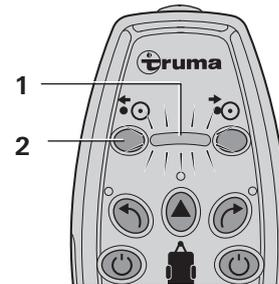

Bild 7
- Taste (Bild 7 - 2) auf der Fernbedienung 5 Sekunden drücken und dann loslassen. Die Antriebsrolle schwenkt zurück. Die Anzeige (Bild 7 - 1) blinkt während des Prozesses.